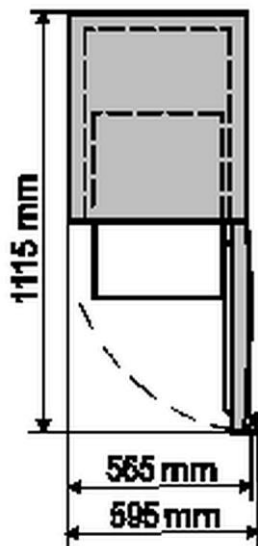

Fig. 3: Vista superior com a porta do dispositivo aberta
- Se o aparelho estiver posicionado num canto, deixe um espaço na lateral de pelo menos 60 mm (fig. 3), para que a porta do dispositivo com o puxador possa ser completamente aberta.